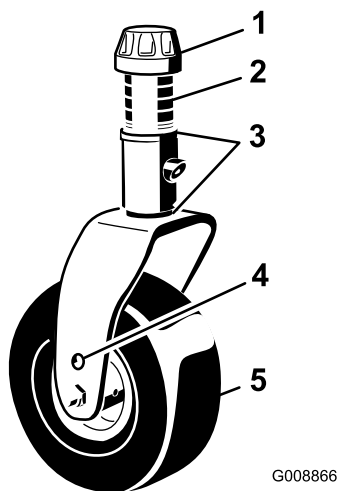
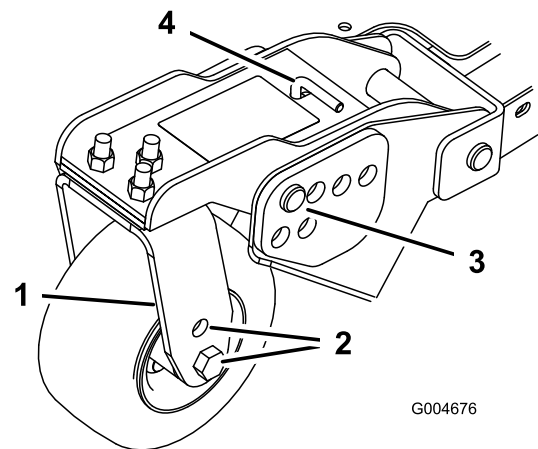

Figura 24
Figura 26
1. Coloque os eixos da roda giratória nos mesmos orifícios em todas as forquilhas da roda giratória (Figura 24 e Figura 26).
2. Retire a tampa de tensionamento do eixo roscado e desloque o fuso para fora do braço da roda giratória (Figura 24).
5. Retire o perno de gancho e os pinos de segurança dos braços articulados da roda giratória (Figura 26).
6. Rode a barra tensora para levantar ou descer o braço articulado, até os orifícios se encontrarem alinhados com os orifícios da altura de corte desejados, na estrutura da plataforma do cortador (Figura 26 e Figura 27).